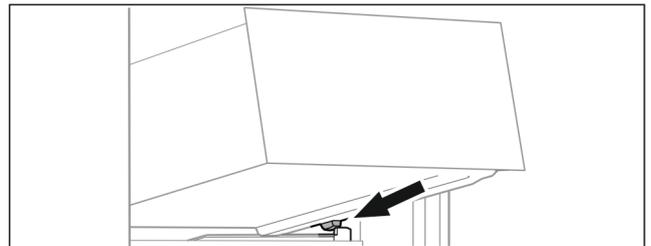

Fig. 17
- ▶ Schubfach schräg hinter den Stopperrahmen auf die Behälterrippe aufsetzen Fig. 17 ().